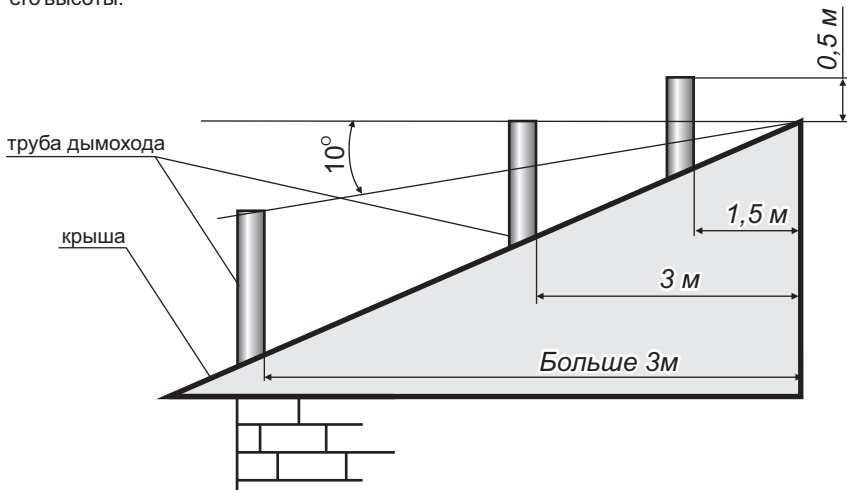

Рис. 5. Схема размещения дымовых труб
6.12. Дымоход (рис.5) должен быть выведен выше зоны ветрового подпора. Высота дымохода над крышей дома устанавливается в зависимости от расстояния его от конька по горизонтали и должна быть: